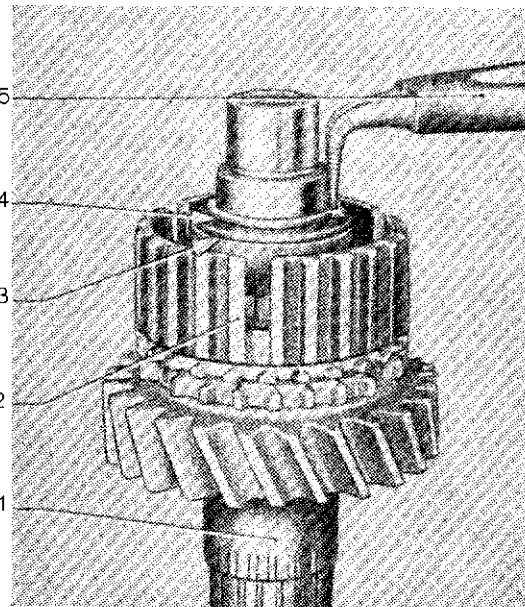

Fig. 42. — Fixation du moyeu de 2^e et 3^e
- Arrêter le moyeu de 2^e et 3^e sur l'arbre secondaire à l'aide de la rondelle 3 et du circlips 4 (voir fig. 42).